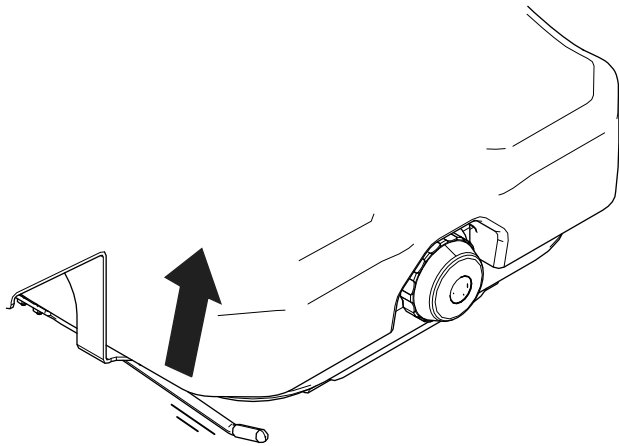

图 6
- **型号 31981 和 31982**提起锁定杆以松开座椅**图 6**将座椅移到舒适的位置然后松开锁定杆以固定座椅的位置。